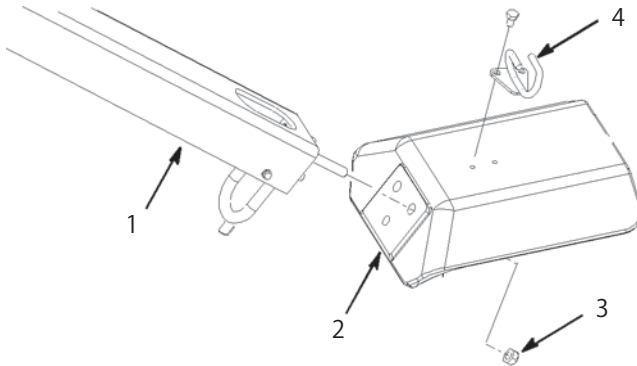

図3
2. フォーク(図3)の穴に、ハンドル取り付け用スタッドを差し込む。